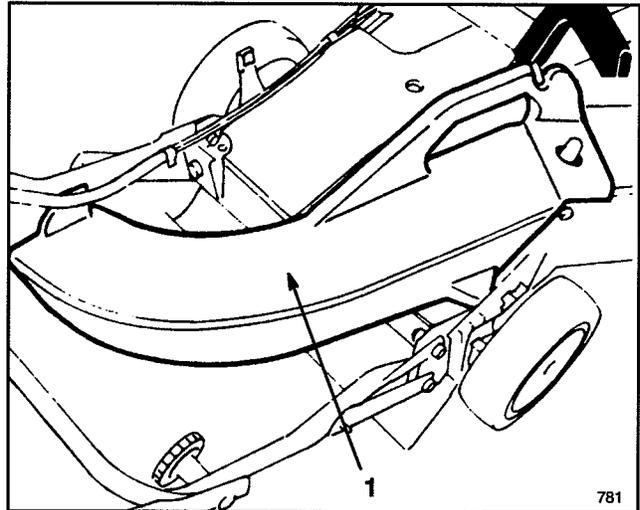

Figure 37
**1. Kit d'éjecteur latéral, modèle No. 59113** – Se monte en quelques secondes sur l'arrière de la tondeuse, à la place du sac à herbe ou de l'obturateur de l'éjecteur. Disperse les déchets lors de la tonte des bordures de chaque côté (Fig. 37).